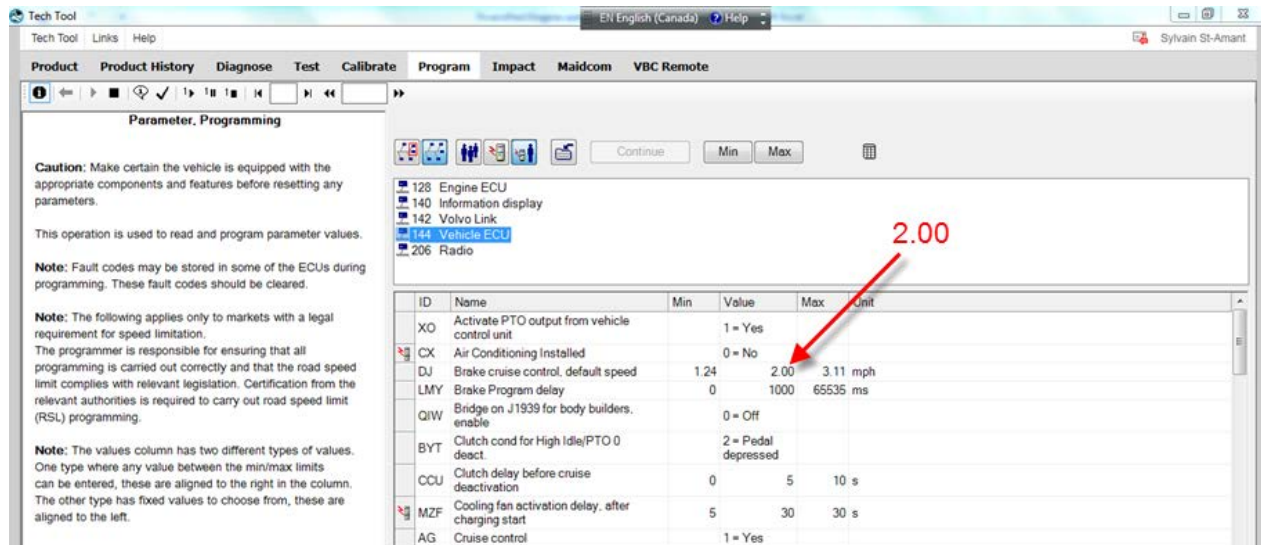

FIGURE 33
5. Mettre la valeur (Value) du paramètre DJ à **2.00** (FIGURE 33) puis faire ENTRÉE (ENTER) sur votre clavier.